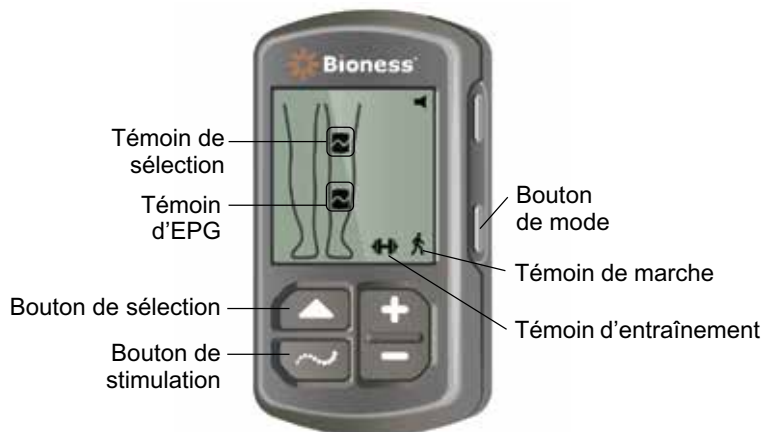

Figure 7-1 : Sélection d'un mode de fonctionnement sur l'unité de commande
3. Les EPG associés apparaissent sur l'affichage numérique de l'unité de commande. L'icône du témoin de sélection est positionnée sur les icônes des témoins d'EPG. Reportez-vous à la figure 7-1. Reportez-vous à la section « Association d'une nouvelle unité de commande à l'EPG » de ce manuel pour obtenir les instructions d'association.
4. Si vous utilisez la jambière et le manchon à cuisse, vous pouvez appuyer sur le bouton de sélection de l'unité de commande pour basculer entre l'EPG pour jambe et l'EPG pour cuisse ou pour sélectionner ces deux EPG. Reportez-vous à la figure 7-1.
5. Pour sélectionner le mode Marche, appuyez sur le bouton Mode de l'unité de commande jusqu'à ce que l'icône du témoin de marche apparaisse dans l'angle inférieur droit de l'affichage numérique. Reportez-vous à la figure 7-1.
6. Pour sélectionner le mode Entraînement, appuyez sur le bouton Mode de l'unité de commande jusqu'à ce que l'icône du témoin d'entraînement apparaisse dans l'angle inférieur droit de l'affichage numérique. Reportez-vous à la figure 7-1.
1. Vous devrez régler l'intensité de la stimulation séparément pour chaque EPG connecté. Appuyez sur le bouton de sélection de l'unité de commande pour sélectionner soit l'EPG pour jambe, soit l'EPG pour cuisse. Reportez-vous à la figure 7-1.
3. Appuyez sur le bouton de stimulation de l'unité de commande pour arrêter la stimulation. Reportez-vous à la figure 7-1.